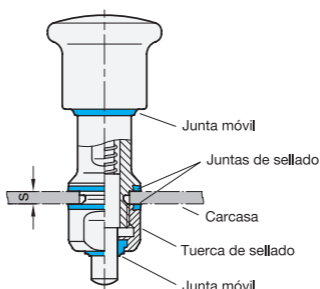

imagen 1
- El posicionador de muelle solo puede utilizarse en combinación con la junta de sellado facilitada. La junta tiene forma cónica y por lo tanto debe comprobarse que se coloca en la posición correcta (imagen 1).
- También debe prestarse atención a la longitud de sujeción adecuada para conseguir un sellado correcto (imagen 1).
- La posición de montaje que puede verse en la imagen 1 garantiza la eliminación automática de los líquidos.